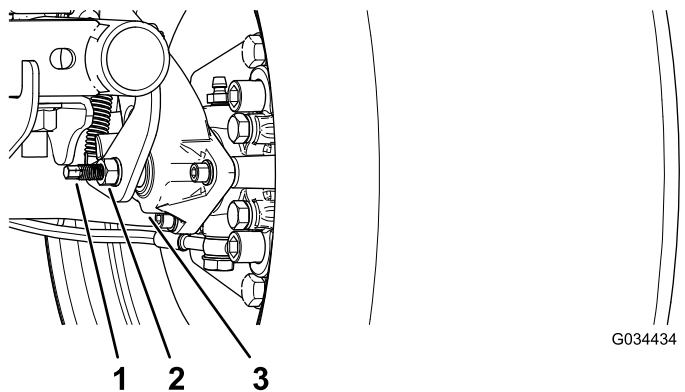

Рисунок 49
3. Используя два ключа, удерживайте регулировочный штырь на суппорте одним ключом и ослабьте контргайку на  $\frac{1}{4}$  оборота другим ключом (Рисунок 49).
4. Удерживая регулировочный штырь и контргайку на месте, поверните регулировочный штырь для затягивания (Рисунок 49).
5. Удерживая регулировочный штырь и контргайку на месте, отверните штырь на  $\frac{1}{4}$  оборота (Рисунок 49).
6. Удерживая регулировочный штырь и контргайку на месте, затяните контргайку (Рисунок 49).